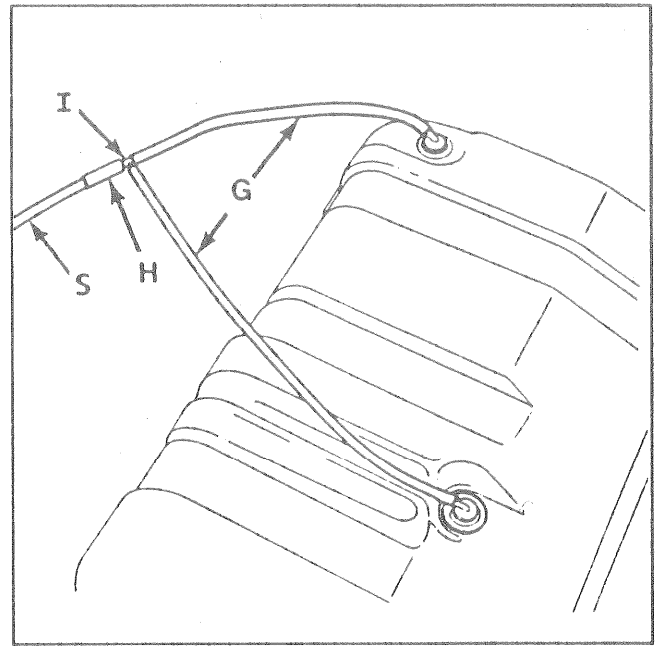

Fig 5
1 tuyau métallique, 1 tuyau caoutchouc, 1 reniflard (le départ est branché sur la sortie H du Té de raccordement I (Fig 5), la sortie localisée dans le logement de la trappe à essence).
- Relier le tube de réaspiration précédemment installé (Réf. 89 53 002 651) à la sortie H (Fig 5)